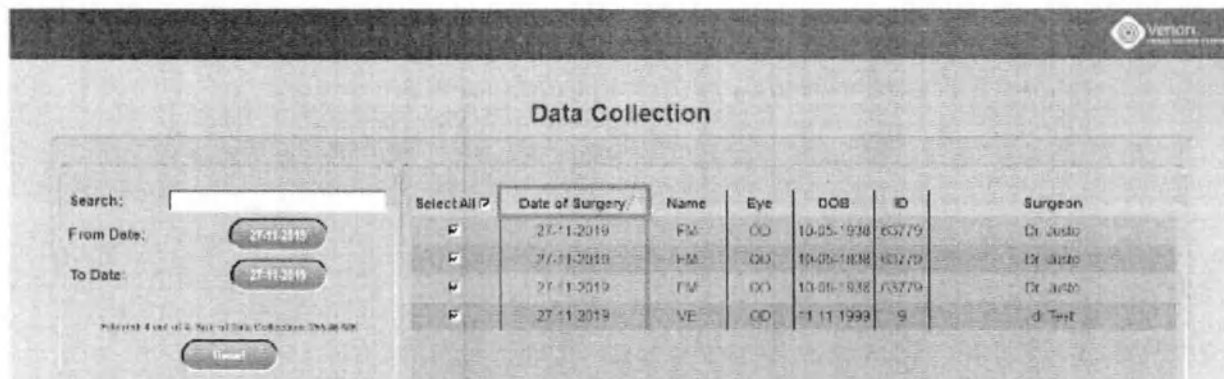

Рисунок 34. Изменение категории и направления сортировки
- Отсортируйте по конкретной категории, нажав заголовок столбца. Категория, сортировка которой выполняется, и направление сортировки (вверх/вниз) обозначается стрелкой (Рисунок 34).